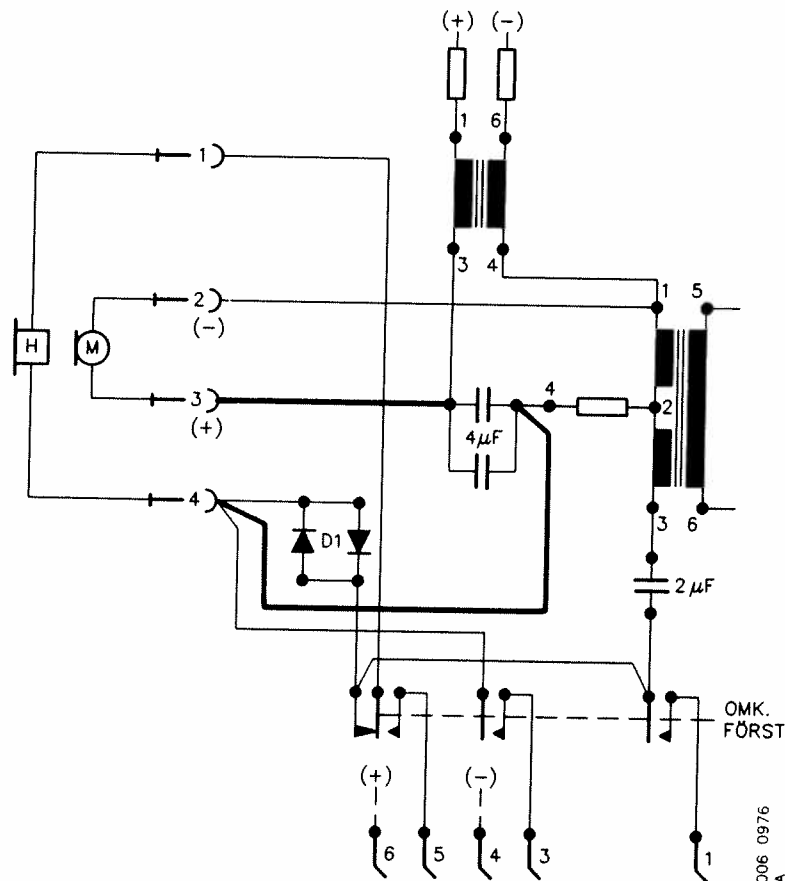

Bild 34. Enhetens koppling efter modifiering
- Flytta och löd fast de lossade förbindningarna enligt bild 34.